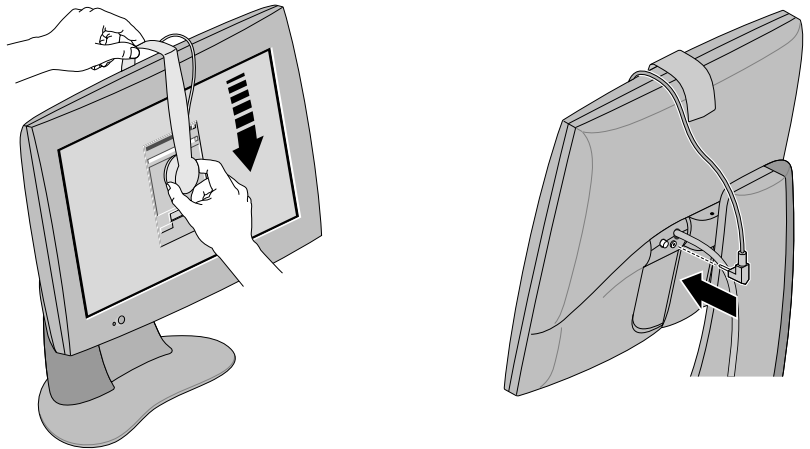

図 1-7 センサーの配置と接続
2. 図 1-7 に示すように両手を使って、センサーをモニタの頭部からぶら下げ、フレームに固定します。フラットパネルの画面を傷つけないよう注意してください。